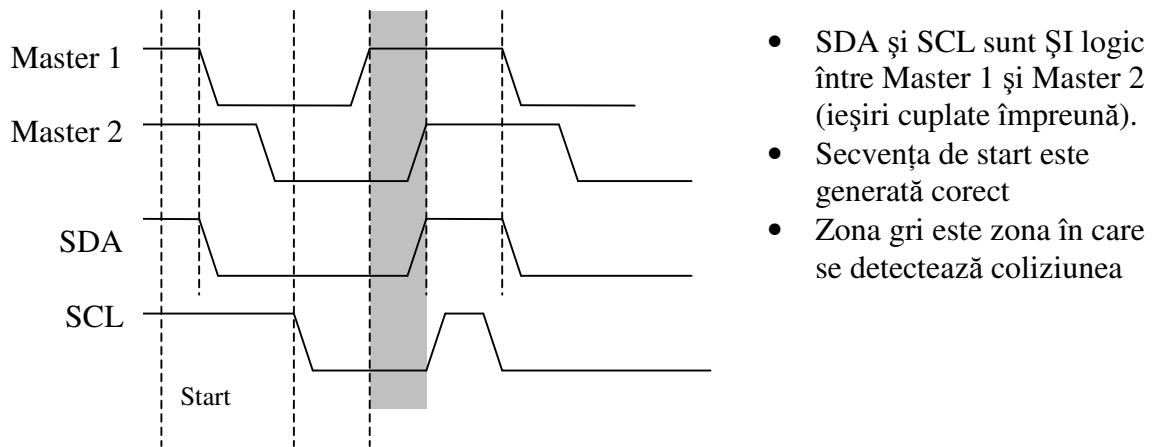

Figura 5.21: detectarea coliziunii
Se face printr-un protocol de detecție a coliziunilor ca și la rețeaua Ethernet. Un dispozitiv master care vrea să preia controlul magistralei verifică dacă este liberă, adică dacă SDA și SCL sunt în stare H. Timpul minim în care trebuie să fie acestea în stare H este dat de specificațiile de magistrală și este de $4,7\mu\text{s}$ (ambele în stare H sunt și în cadrul unui transfer de date, dar o perioadă de timp mai mică). Dacă magistrala este liberă dispozitivul master generează o secvență de start după care pune pe linie cei 7 (10) biți care semnifică adresa echipamentului definit ca slave. Dacă 2 dispozitive master solicită simultan magistrala are loc o coliziune care este detectată, figura 5.21: